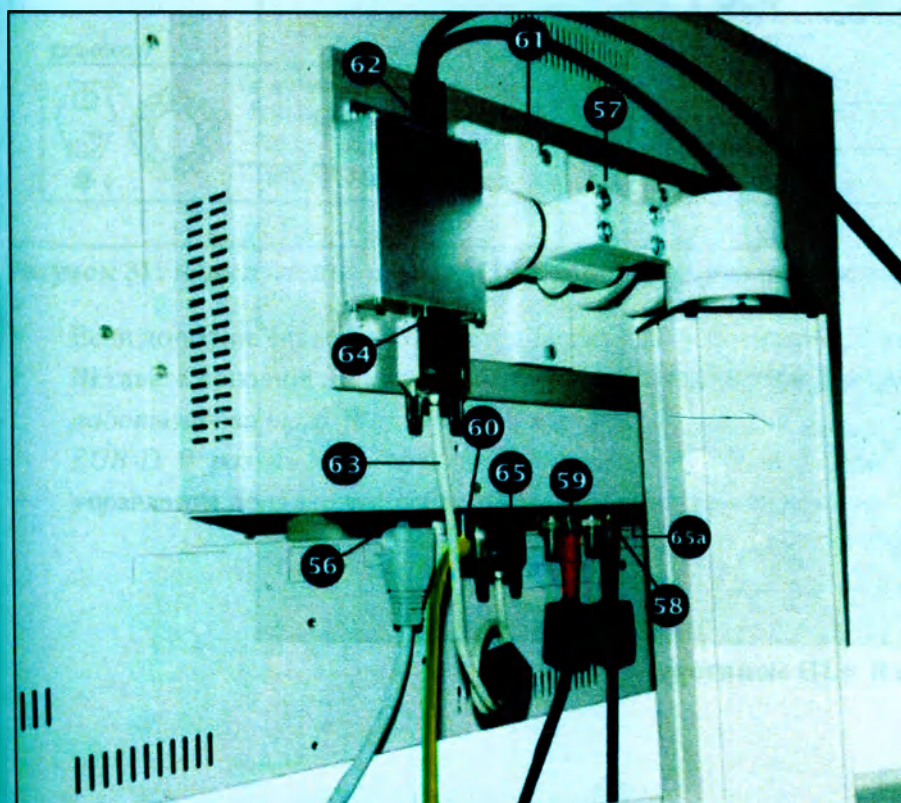

Рисунок 29: подключение кабелей к 3D-монитору
- Подключите два кабеля HD-SDI (R/L) к 3D монитору и HD/SDI (R/L) (рис. 29) контроллера видеокамеры эндоскопической HD-SDI (R/L).